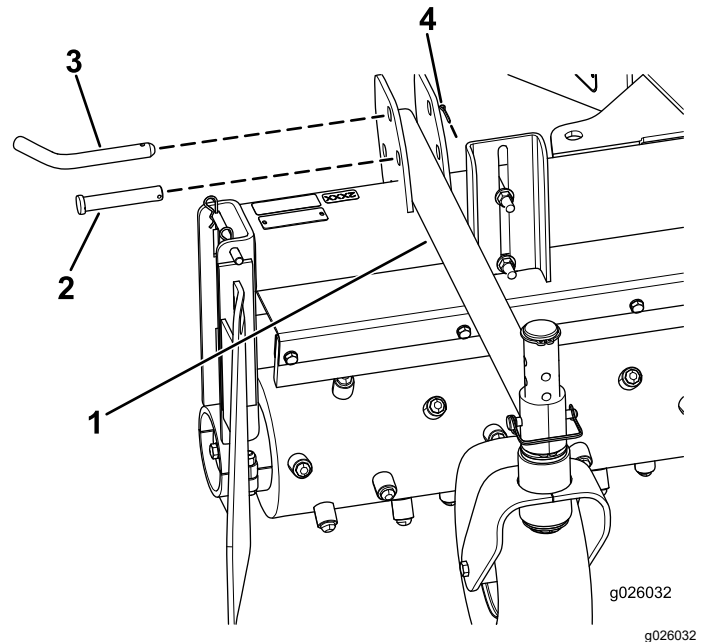

Figure 4
2. Fixez les bras en place avec les goupilles d'attelage (5/8 x 3 po), les axes de chape (5/8 x 3,5 po) et les goupilles fendues (0,094 x 1 po), comme montré à la Figure 4.